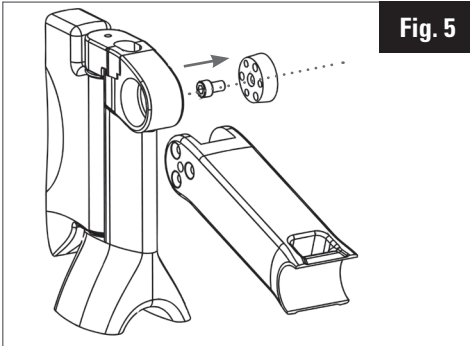

Fig. 5
1. Entfernen Sie das Fett von den Konen (1+6), dem Gabelkopf (3) und den Gelenkarmen mithilfe eines trockenen Tuchs.
2. Fetten Sie die M6 x 10 mm Schraube (4) ein.
3. Schrauben Sie die M6 x 10 mm Schraube in den linken Konus ein und ziehen Sie sie mit der Hand fest. Der Schraubenkopf muss auf dem kleinen Durchmesser des Konus aufliegen (Abb. 5).